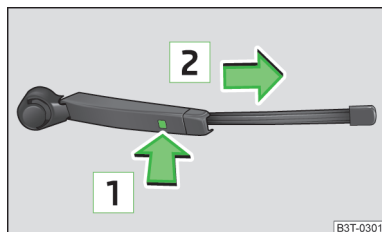

Fig. 200
- Maintenez le bras d'essuie-glace par sa partie supérieure et déverrouillez le blocage **1** » fig. 200.